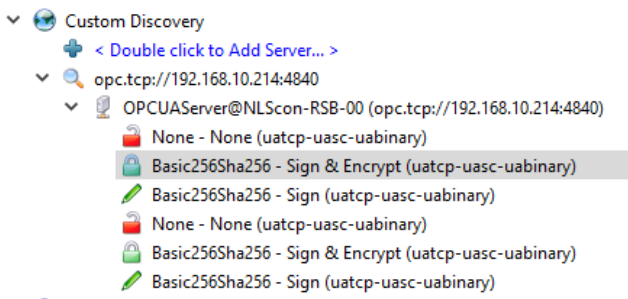

Рис. 3.53. Выбор типа подключения
4. Выберите тип подключения Basic256Sha256 — Sign & Encrypt (uatcp-uasc-uabinary) и нажмите «OK», чтобы закрыть диалоговое окно (см. рис. 3.53).